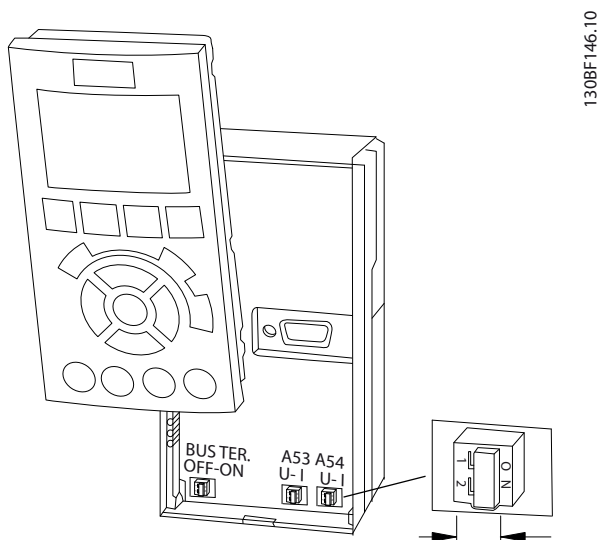

Рисунок 5.22 Расположение переключателей клемм 53 и 54
- Для выбора окончательного сопротивления шины предусмотрен переключатель на плате управления (BUS TER.). См. *Рисунок 5.22*.